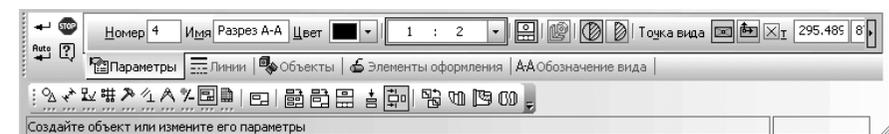

Рис. 3.114. Панель свойств: Разрез/сечение, Компактная панель и Строка сообщений
- щелкните в **Компактной панели** по кнопке переключателя  – **Ассоциативные виды**, а затем в появившейся панели инструментов по кнопке  – **Разрез/сечение**. Появится соответствующая **Панель свойств: Разрез/сечение** с четырьмя вкладками: **Параметры**, **Линии**, **Штриховка**, **Обозначение вида** (рис. 3.114).
- щелкните в контекстном меню по пункту **Параметры вида**. Появится **Панель свойств: Разрез/сечение** (см. рис. 3.114);